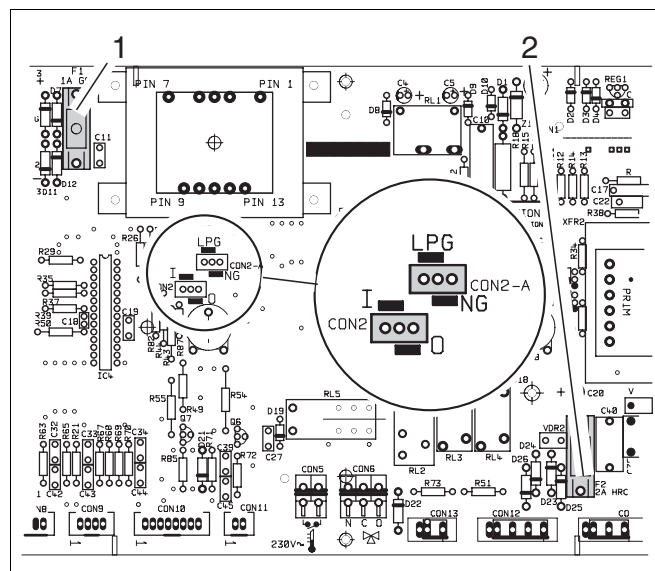

Рис. 28 Перевод на другой вид газа SIT-установка
- Переключить перемычку (рис. 28):
- Позиция "NG"- природный газ (рис. 28).
- Позиция "LPG"- сжиженный газ (рис. 28).
Легенда к рис. 28:
- Переключатель (рис. 28) остается в положении **"LPG"**.